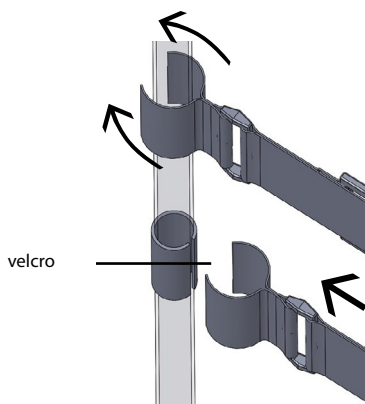

Figure 3
- 2) Placez uniformément les courroies en enroulant leurs extrémités autour des montants de dossier de chaque côté. (Figure 3)